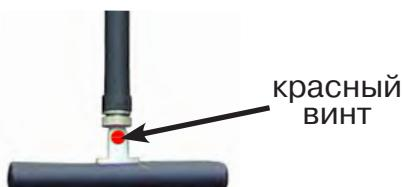

Рис.9.4
По направлению «стрелки» можно отличить «свой» сигнал от «чужого», поскольку направление тока в «своей» коммуникации противоположно «перенаведенным» токам, протекающим по «чужим» коммуникациям. Направление сигнала - вперед  является условным понятием и «назначается» оператором для данного положения датчика относительно данной трассы, которое фиксируется оператором по метке в виде красного винта (рис. 9.4), расположенной на одной из сторон датчика ЭМД-247.
4. «Назначение» производится нажатием кнопки  при расположении датчика точно над «выделенной» коммуникацией, считающейся «своей». После этого указатель направления сигнала приобретает вид . При переходе на «чужую» коммуникацию с другим «направлением сигнала» (или при изменении положения датчика на «обратное») раздается звук и стрелка покажет «направление сигнала - назад » (рис.9.4)
Методика: Производя трассировку с применением ЭМД на низкой активной частоте (512Гц / 1024Гц) (**см. раздел активный трассопоиск**), наблюдать за уровнем сигнала. Локальное повышение и резкое уменьшение уровня указывают на вероятность наличия дефекта изоляции. (**рис. 9.4**) При этом величина сигнала может меняться по различным причинам: положение датчика, глубина залегания кабеля, наличие мешающих конструкций, поэтому таким методом можно обнаружить лишь «низкоомные» дефекты сопротивлением менее 1кОм.